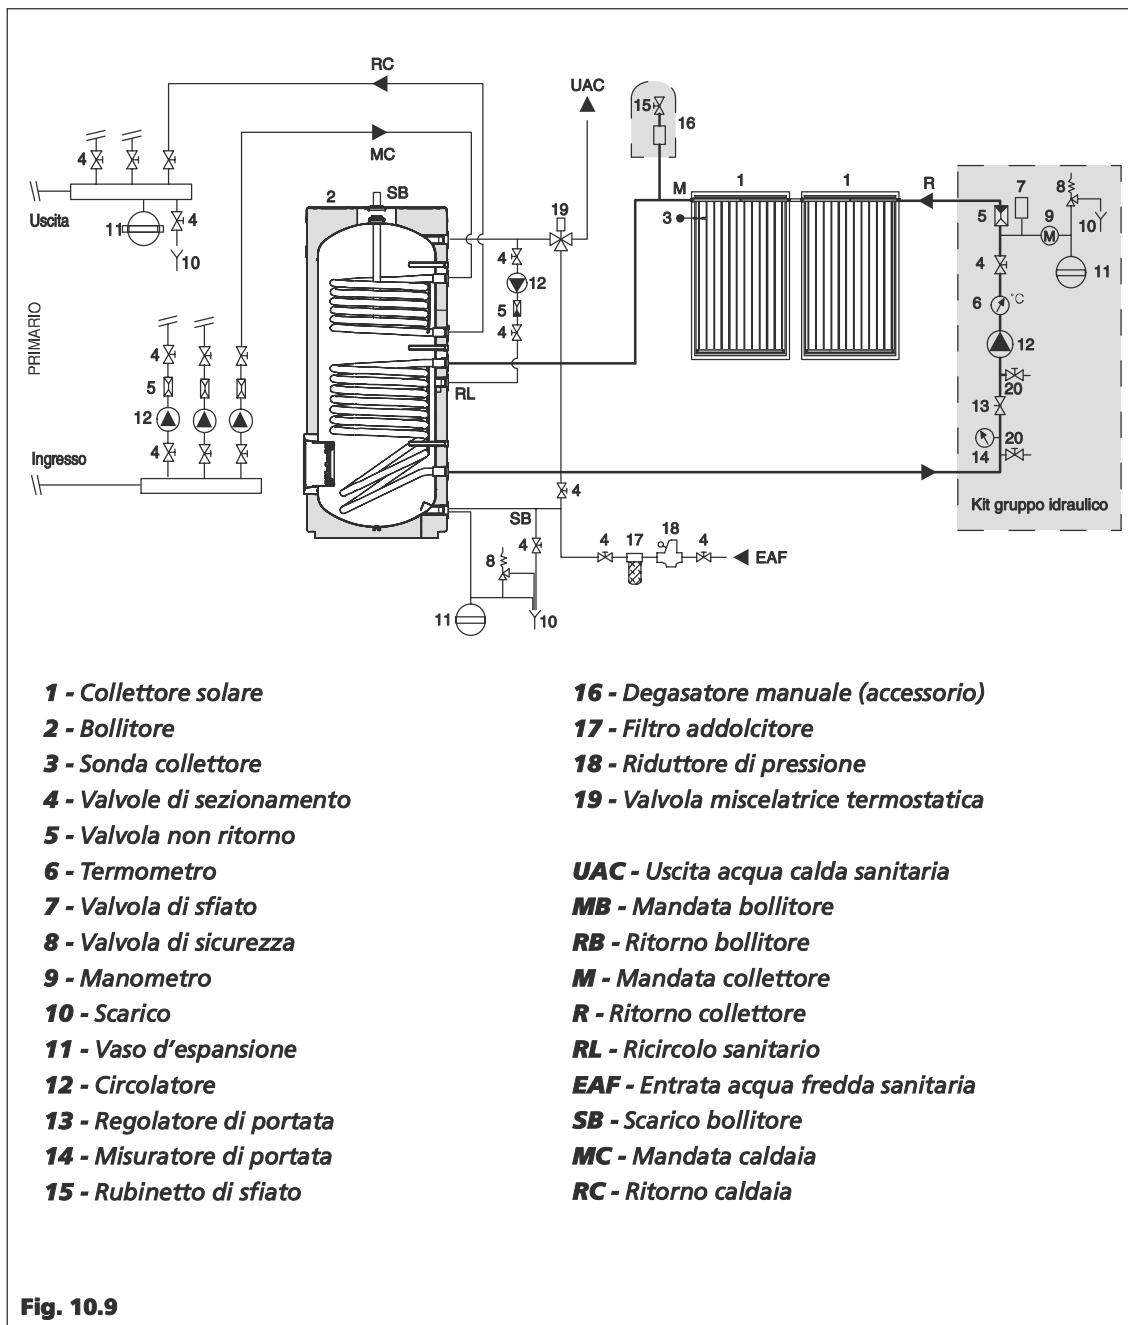

Fig. 10.9
10.11 Configurazione idraulica di impianto (Fig. 10.9)